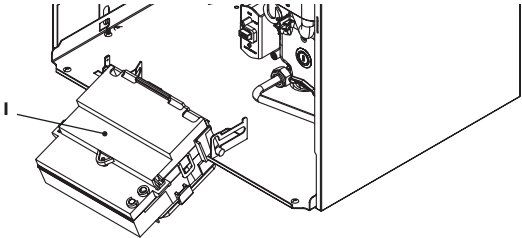

Рисунок 4.9
- Найдите крышку К клеммной колодки I (Рисунок 4.9), отвинтите винты и откройте ее.